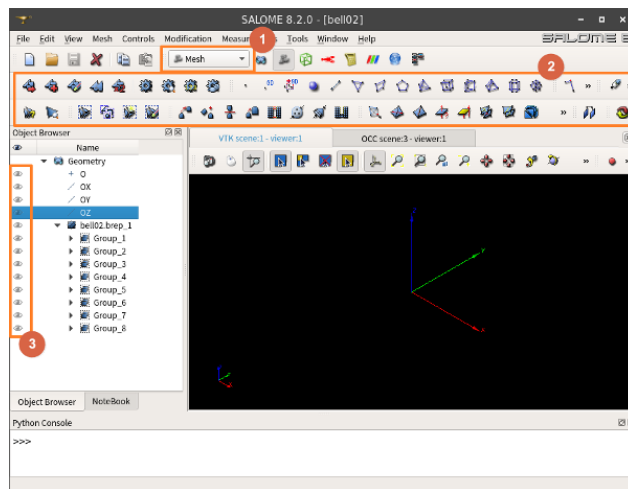

Figure 6: 6
- Figure 6에서 1번으로 Mesh로 모드를 변경했다. 그에 따라 2번 영역에 매쉬를 조작할 수 있는 각종 아이콘들이 나타난다. 3번 부분을 보면 Geometry에서 작업한 피쳐들이 전부 보이지 않는 상태로 되어 있고, 따라서 화면에 아직 아무런 모델도 보이지 않는 것을 확인할 수 있다.